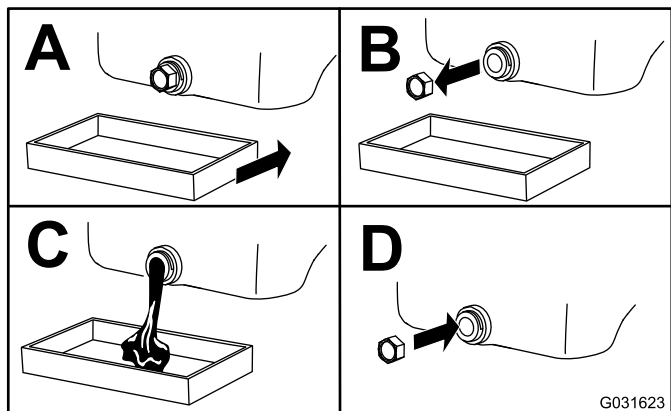

Bild 33
3. Wechseln Sie das Öl (Bild 33).